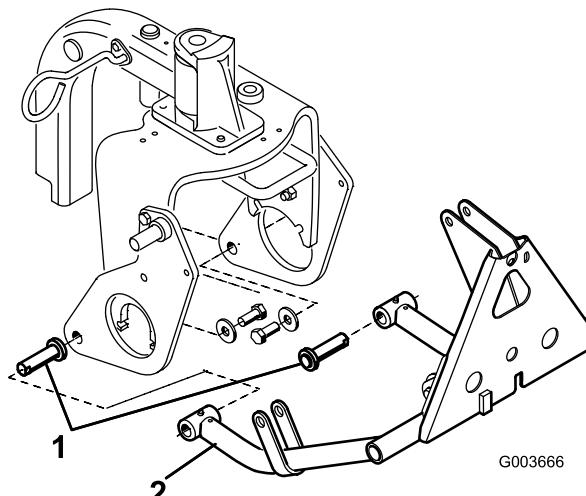

図 8
3. 各プッシュ・アームのチューブにシリンドラ・ピンを通す (図 8)。
4. 左右のプラウ・プレートに、プッシュ・アームのチューブをかぶせ、シリンドラ・ピンのガイドにプラウ・プレートの穴を合わせる (図 8)。
5. 図 8を参照して、それぞれのプラウ・プレートにシリンドラをボルト (5/8 x 1-1/2 in) とワッシャ (内径 1.68 in x 外径 0.65 in.) で固定する。ナットを 21kg.m にトルク締めする。